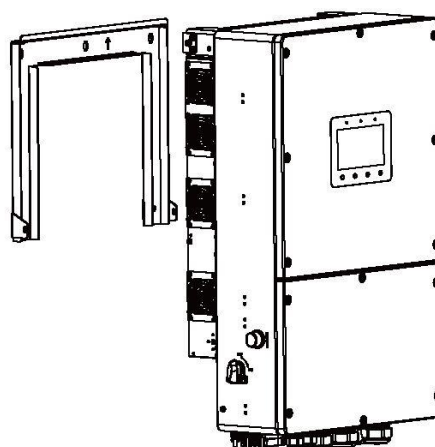

Figure 3.7 Support mural
2. Soulevez l'onduleur (faites attention à ne pas vous blesser) et alignez le support arrière de l'onduleur avec la section convexe du support mural. Suspendez l'onduleur sur le support mural et assurez-vous qu'il est bien fixé (voir Figure 3.7).